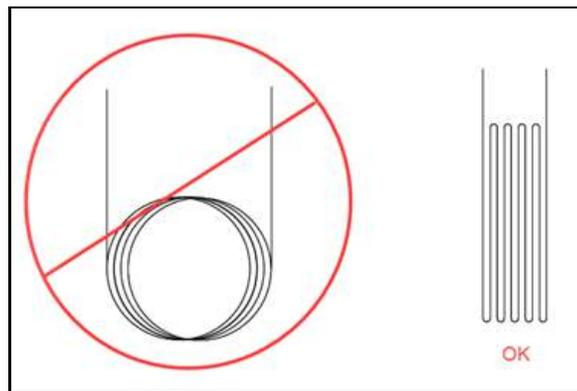

FIGURA 2-4. CABLE RECOMENDADO
- No enrolle el cable sobrante del transductor de presión formando una maraña. Enrollar el cable incrementa los efectos de las interferencias irradiadas, conducidas o acopladas capacitivamente. Vuelva a introducir el cable sobrante en el interior de la consola DAAS de metal y asegúrelo de la forma mostrada en la Figura 2-4.